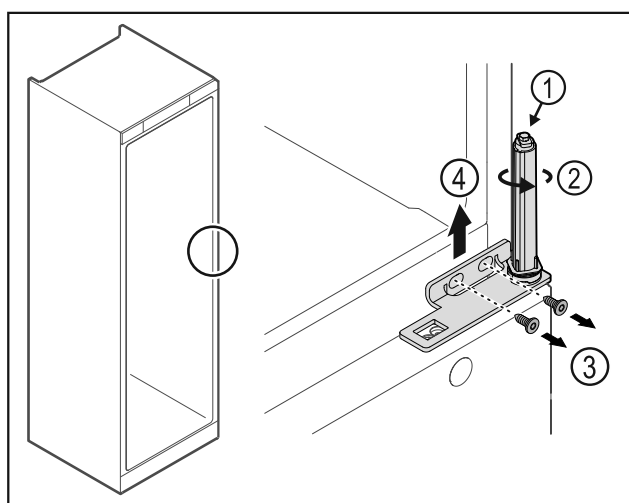

Fig. 27
- Не разглобявайте затварящата система на вратата Fig. 27 (1).
- Въртете затварящата система Fig. 27 (2), докато тя щракне.
- Разхлабете винтовете Fig. 27 (3), свалете ъгъла на пантата нагоре Fig. 27 (4).